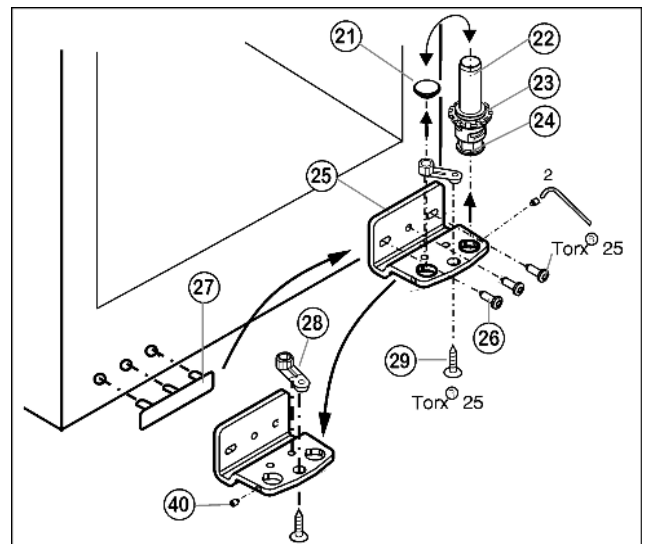

Fig. 6
- ▶ Borgpen Fig. 6 (40) met de meegeleverde inbussleutel ca. 1 omwenteling uitdraaien.
- ▶ Lagerbout Fig. 6 (22) compleet met schijfje Fig. 6 (23) en stelootje Fig. 6 (24) naar boven eruit draaien.
- ▶ Stop Fig. 6 (21) eraf halen.
- ▶ Lagerbus Fig. 6 (25) losschroeven Fig. 6 (26).
- ▶ Borgpen Fig. 6 (40) geheel uitdraaien en aan de tegenoverliggende zijde in de lagerbus draaien, tot de pen op één lijn met de lagerbus ligt.
- ▶ Lagerdeel *Fig. 6 (28)* losschroeven *Fig. 6 (29)* en in het tegenoverliggende opnamegat van de lagerbus omzetten en weer vastschroeven.
- ▶ Stop *Fig. 6 (21)* weer in het andere gat aanbrengen.
- ▶ Afdekking aan de greepzijde *Fig. 6 (27)* voorzichtig optillen en op de tegenoverliggende zijde plaatsen.
- ▶ Lagerbus *Fig. 6 (25)* aan de nieuwe scharnierzijde evt. met behulp van een accuschroevendraaier weer **goed (met 4 Nm)** vastschroeven.
- ▶ Lagerbout *Fig. 6 (22)* compleet met schijfje en stelootje weer aanbrengen.
- ▶ Borgpen *Fig. 6 (40)* vastdraaien.
- ▶ Plaats de deur van boven op de lagerbout beneden *Fig. 6 (22)*.
- ▶ De deur eventueel via de beide langsgaten in de lagerbus onder *Fig. 6 (25)* ten opzichte van de kast uitlijnen. Daartoe middelste schroef uitdraaien.